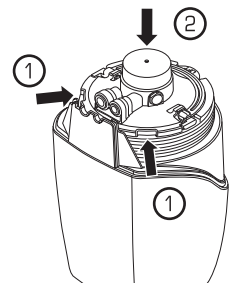

Fig. 39
11. **Vuelva a insertar** el Soporte (con el Filtro acoplado) en la base **alineando las muescas** del Soporte con las pestañas de la Base ①. Con la manija sin levantar, **presione firmemente** el Soporte hacia abajo hasta que haga contacto con la Base ② (Fig. 39).